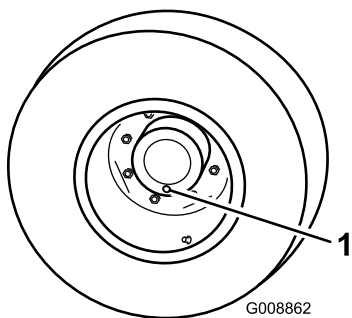

Figura 43
1. Con la macchina parcheggiata su una superficie piana, posizionate la ruota in modo che il tappo di controllo/riempimento (Figura 43) si trovi nella posizione ore sei.